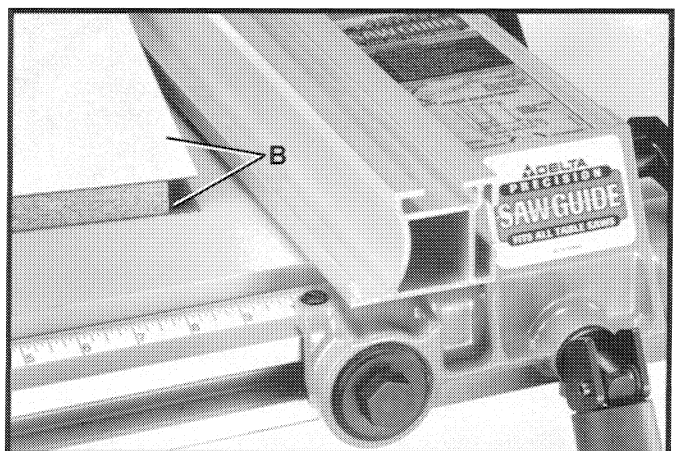

Fig. 88
Durante el corte a lo largo de materiales chapados, cuando el material no es lo suficientemente grueso como para que el chapado se extienda sobre el borde de la guía, o si el chapado (B) se encuentra en ambos lados del material, como aparece en la Fig. 88, la guía puede posicionarse un poco por encima de la superficie de la mesa. El chapado puede colocarse entre la guía y la mesa o el chapado puede montarse a horcajadas sobre la guía con el material firmemente contra la guía, como se ilustra aquí.